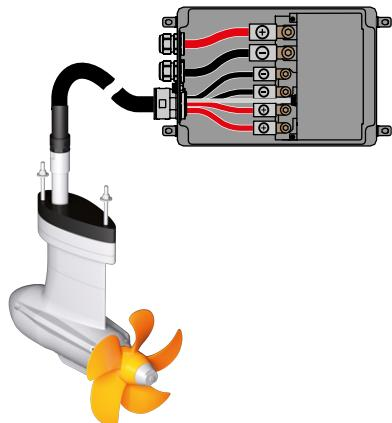

Fig. 12: Câblage du boîtier électronique
1. Desserrez les vis (1) du boîtier électronique pour pouvoir l'ouvrir.
4. Raccordez les câbles de puissance aux pôles repérés (rouge=+, noir=- ; 10 Nm), voir "Fig. 12: Câblage du boîtier électronique".
5. Raccordez le câble du moteur au raccord de commande de moteur (6).